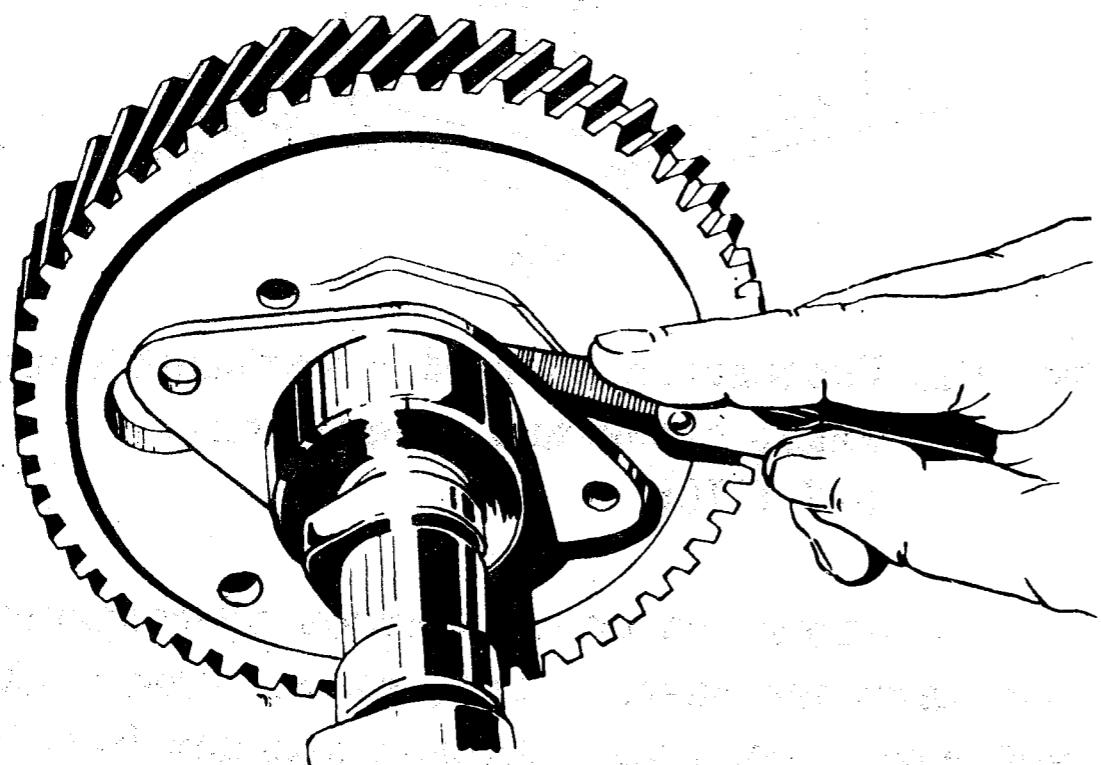

Рис. 62. Проверка осевого зазора распределительного вала
- с помощью шупа, вставляемого между упорным фланцем распределительного вала и ступицей шестерни газораспределения, проверить осевой зазор распределительного вала (рис. 62). Зазор должен быть в пределах 0,1 - 0,2 мм;